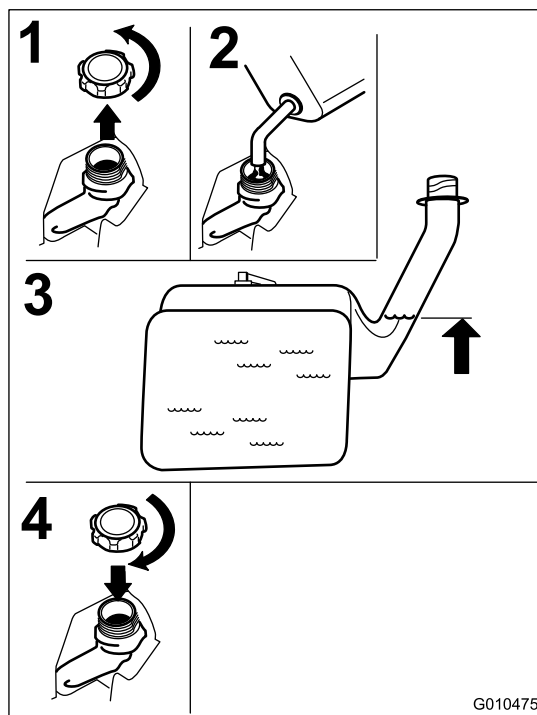

Figura 13
2. Añada gasolina sin plomo **lentamente** hasta que el combustible llegue a la base del cuello de llenado. Figura 13